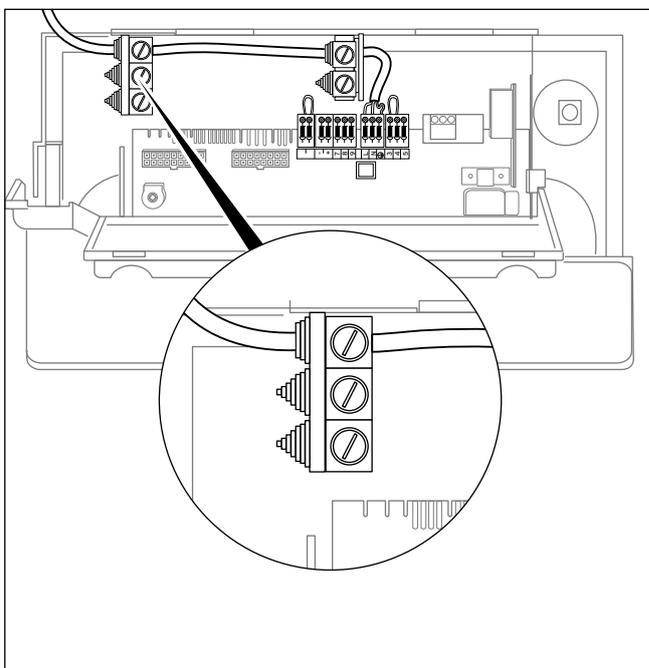

Fig. 5.8 Guía de cables para el suministro principal de corriente
- ▶ Asegúrese de que el cable de conexión se tiende para el suministro principal de corriente a través del canal de cable superior hasta la caja electrónica, → **fig. 5.8**.